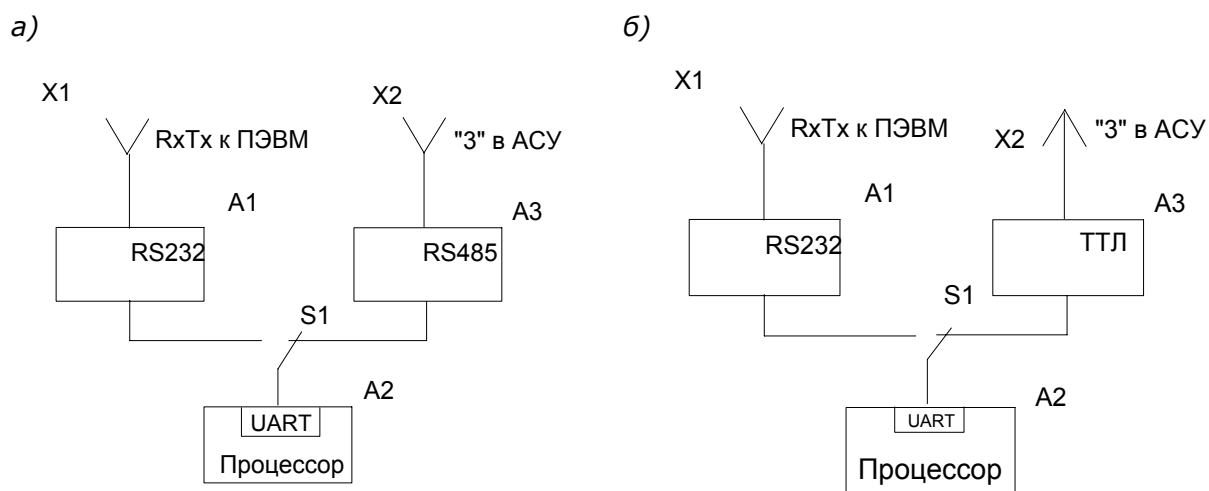
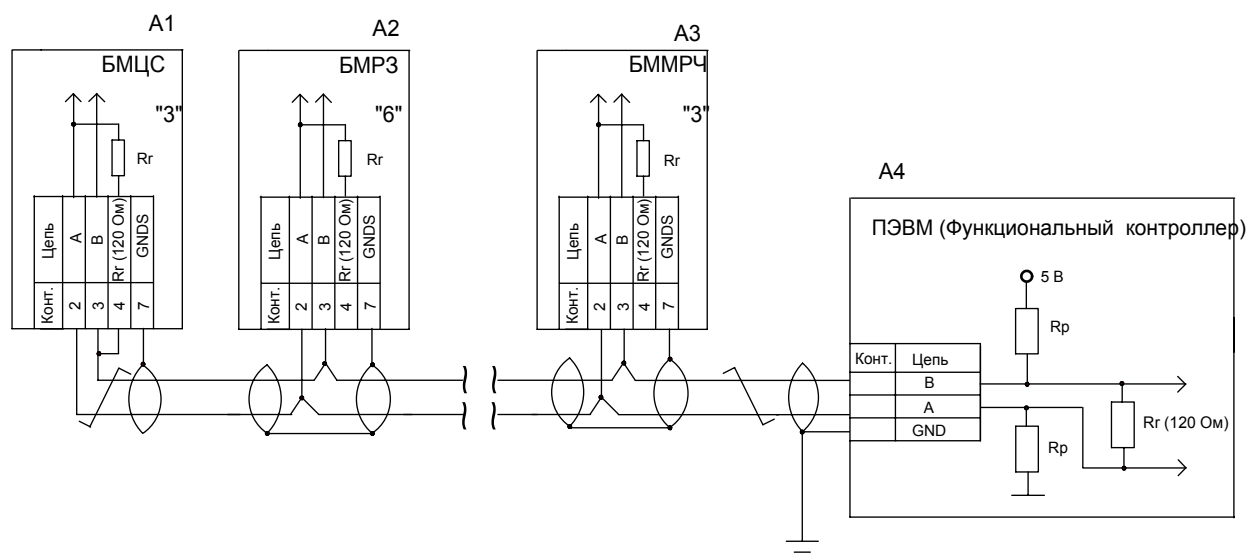
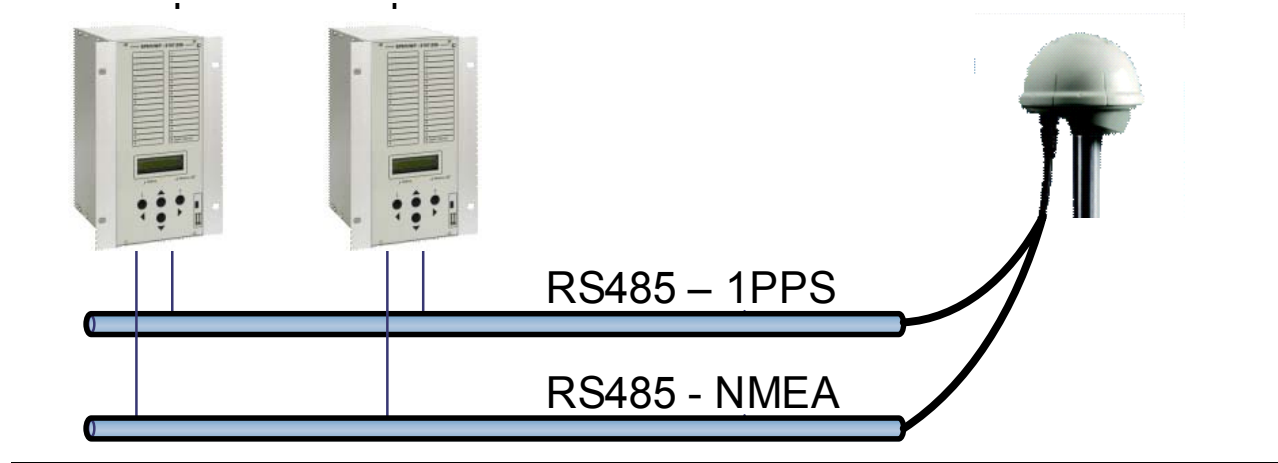

Рис. 88 Организация каналов связи с АСУ и ПЭВМ для витой пары (а) и для волоконно-оптической линии связи (б)
Рис. 91 Пример сети на витой экранированной паре проводов
Рис. 93 Подключение устройства синхронизации времени
Например, в цифровых устройствах НТЦ «Механотроника», предусмотрены два соединителя – *RxTx*, расположенный на лицевой панели (см. рис. 6) для подключения ПЭВМ по физическому интерфейсу RS232², и «3», расположенный на панели модуля центрального процессора МЦП (см. рис. 54) для подключения к АСУ по физическому интерфейсу RS485 (рис. 88).
Наличие этой перемычки даёт информацию для переключения ключа *S1* (см. рис. 88) в положение, обеспечивающее передачу информации от порта *UART* центрального процессора на соединитель *RxTx*.
- гальванически изолированный RS-485 для передачи информации по витой экранированной паре проводов (см. рис. 88, а). Земление экрана следует производить только со стороны ПЭВМ или функционального контроллера (см. рис. 91). Со стороны устройства экран необходимо подключить к выводу GNDS³;
- интерфейс с уровнями ТТЛ для подключения внешнего электронооптического преобразователя (на рис. 88, б не показан) для передачи информации по волоконно-оптическим кабелям;
ПЭВМ (функциональный контроллер) обычно не имеют порта RS-485 и подключаются к сети через конвертеры RS-232/RS-485, USB/RS-485 и др.. В устройствах, расположенных на концах сети (см. устройства A1 и A4 на рис. 91), необходимо подключить согласующие резисторы R_r .
мычку между контактами 3 и 4 в ответной части соединителя "3" (см. рис. 91).
микросхема приемника, что позволило подключить к одному соединителю два канала связи от устройства синхронизации времени GPS типа Acutime 2000 (рис. 93).
При том, что в блоке можно выбрать значение адреса 99, но в реальности в сети может быть установлено не более 31 (см. рис. 91) или 98 (см. рис. 93) устройств. Следует также иметь в виду, что если программа предусматривает выбор адреса из списка, то задать можно только тот адрес, который есть в списке.